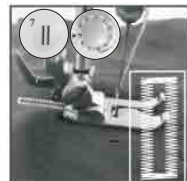

Fig.21
- (6) Wählen Sie das Stichmuster # 7, schalten Sie den Schalter ein und nähen Sie, bis das Knopfloch vollständig angenäht ist (Abb. 21).